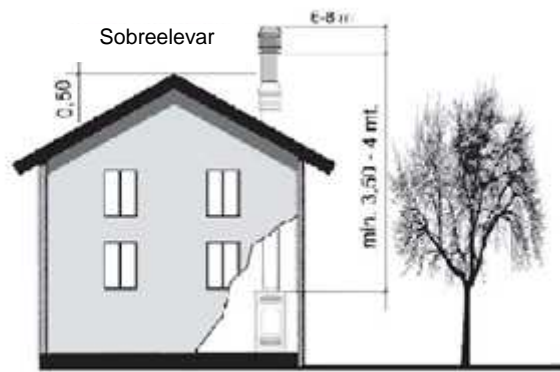

Fig. 1
- La chimenea exterior debe estar colocada de forma que se garantice la adecuada dispersión y dilución de los productos de la combustión en cualquier caso fuera de la zona de reflujo. Esta zona cuenta con diferentes tamaños y formas en función del ángulo de inclinación de la cubierta, por lo que es necesario adoptar las alturas mínimas especificadas en la Fig. 1 y Fig. 2.
- La chimenea debe ser tipo antiviento y superar la altura de la cumbrera como la fig.1 y fig.2.
- Cualquier edificio u otros obstáculos que superen la altura de la chimenea no deben estar cerca de la chimenea misma (Fig. 1).